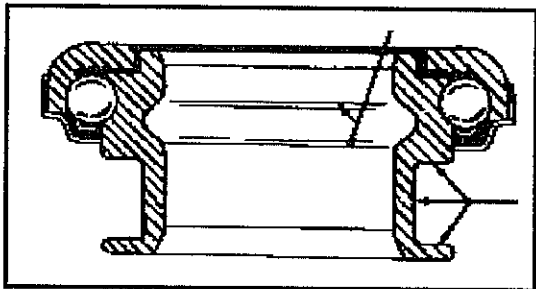

Abb. 11-31 Schmierung des Kupplungsausrücklagers
- Das Ausrücklager außerdem wie in Abb. 11-31 gezeigt schmieren. Hierbei ebenfalls Schmierfett auf Molybdänbasis verwenden.